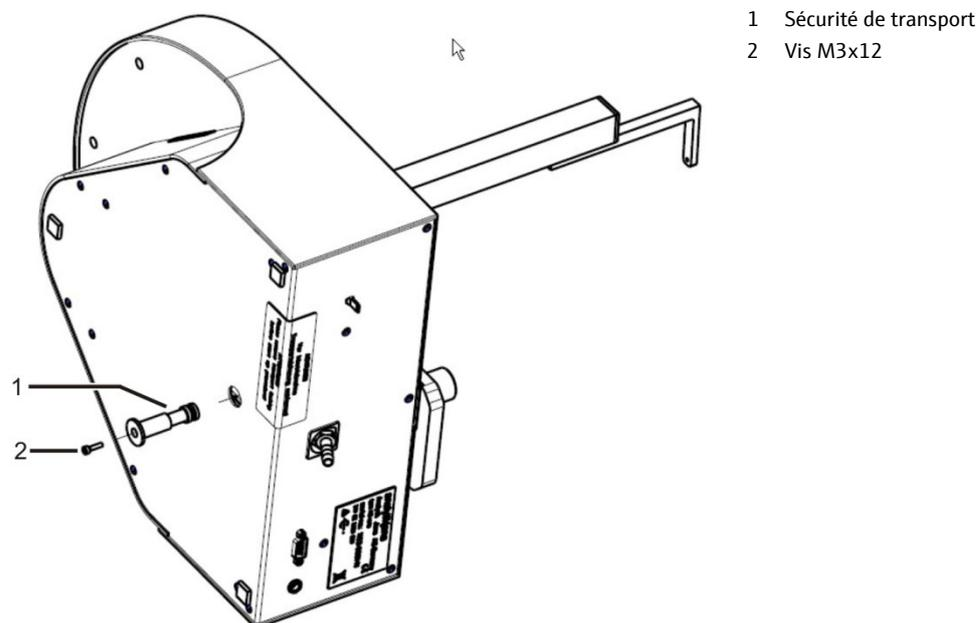

Fig. 21 Sécurité de transport sur la face inférieure de l'AS vario
1. Poser le passeur d'échantillon sur le côté (voir Fig. 21).
2. Enlever la vis (2 dans Fig. 21) à l'aide de la clé Allen incluse. Retirer la sécurité de transport rouge.